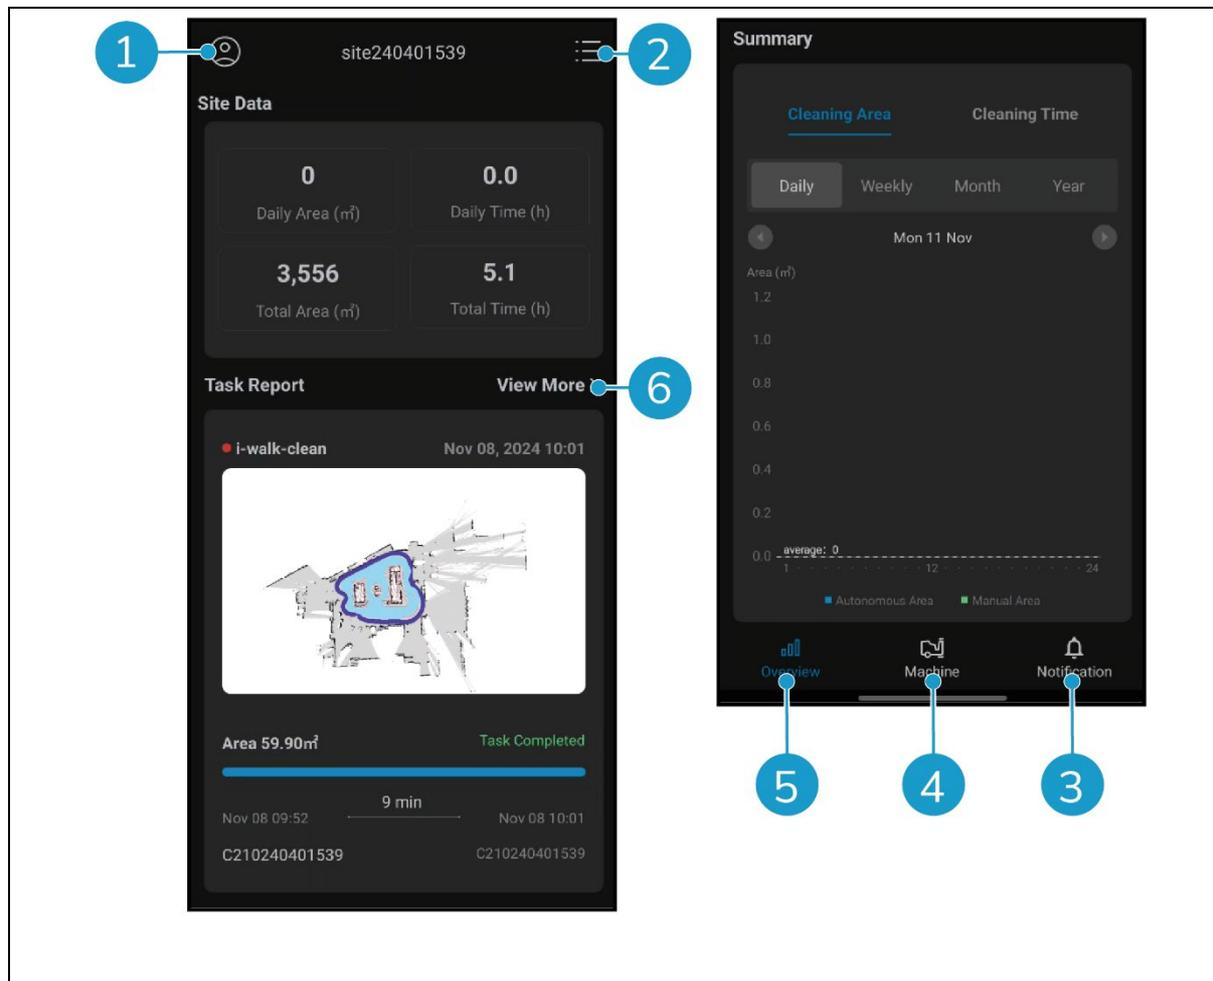

Figura 29
- Toccare il pulsante [Profilo] (Figura 29, pos. 1) per visualizzare il menu Sito.
- Toccare [Visualizza altro] (Figura 29, pos. 6) per aprire il Rapporto attività.
- Toccare i pulsanti in basso (Figura 29, pos. 3 e 4) per passare al menu Macchina o Notifica.